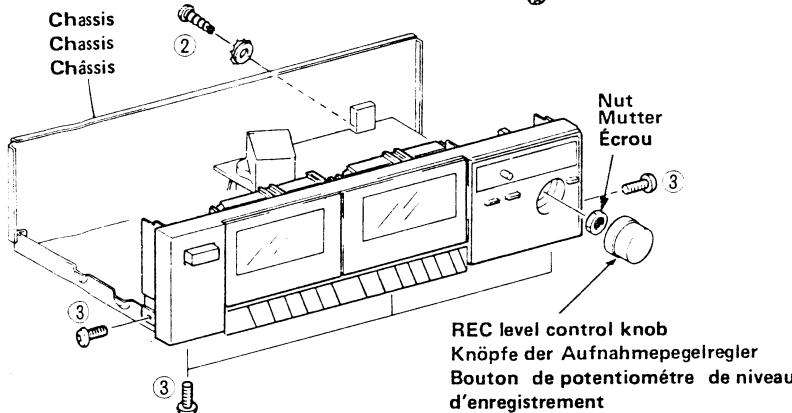
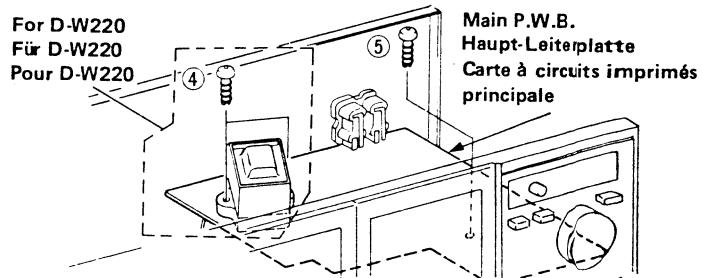
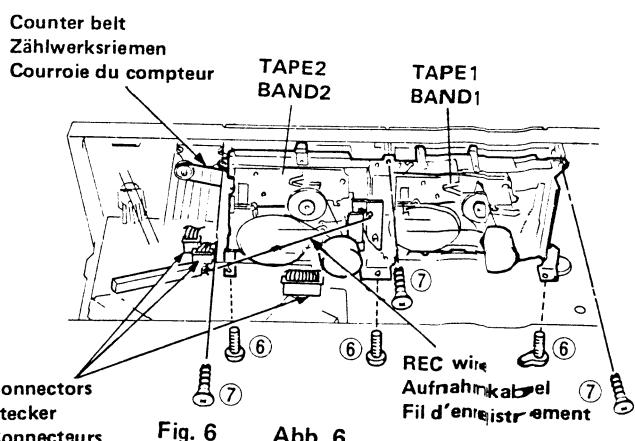

Fig. 2 Abb. 2
Fig. 4 Abb. 4
Fig. 6 Abb. 6
2. Chassis (Fig. 2, 4, 6)
Remove one screw ②, five screws ③ (Fig. 2), two screws ④ (Fig. 4), and three screws ⑤ (Fig. 6).
4. Main P.W.B. (Fig. 2, 4, 6)
Remove REC level control knob, nut (Fig. 2), one screw ⑥ (Fig. 4), REC wire and three connectors (Fig. 6).
(2) Cassette chassis (Fig. 6)
2. Chassis (Abb. 2, 4, 6)
Eine Schraube ②, fünf Schrauben ③ (Abb. 2), zwei Schrauben ④ (Abb. 4), und drei Schrauben ⑤ entfernen (Abb. 6).
4. Haupt-Leiterplatte (Abb. 2, 4, 6)
Die Knöpfe der Aufnahmegeräte, die Mutter (Abb. 2), eine Schraube ⑥ (Abb. 4), das Aufnahmekabel und drei Stecker (Abb. 6).
(2) Cassetten-Chassis (Abb. 6)
2. Châssis (Fig. 2, 4, 6)
Retirer la vis de fixation ②, les cinq vis de fixation ③ (Fig. 2), et deux vis de fixation ④ (Fig. 4), et trois vis de fixation ⑤ (Fig. 6).
4. Carte à circuits imprimés principale (Fig. 2, 4, 6)
Retire le bouton de potentiomètre de niveau d'enregistrement, l'écrou (Fig. 2), une vis de fixation ⑥ (Fig. 4), le fil d'enregistrement et les trois connecteurs (Fig. 6).
(2) Châssis de cassette (Fig. 6)